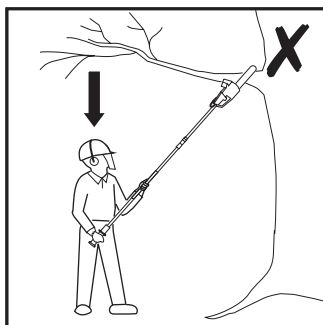

Fig. 35
6. Nu sta niciodată sub creanga pe care o tai. Materialele ar putea să cadă altfel decât te aștepți. Poziționează-te mereu astfel încât să nu fii în calea crengilor care cad (fig. 35).